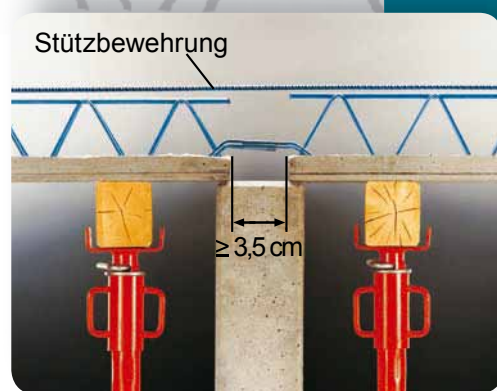

Bild 5
- Im Bereich von Zwischentragwänden muss der Abstand von zwei zusammentreffenden Elementkanten mindestens 3,5 cm betragen, um ein korrektes Einbringen und Verdichten des Betons in der Fuge zu gewährleisten (siehe Bild 5).